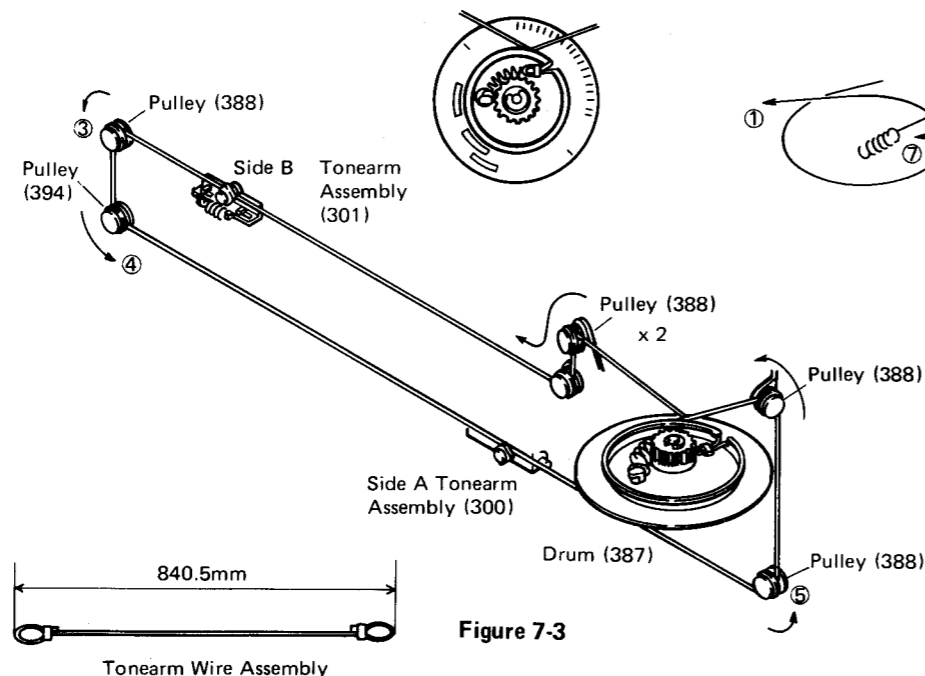

Figure 7-3
- (1) Turn the drum to the rest position, and hook the spring over the drum's hole. See Fig. 7-3.
- (2) Stretch the tonearm wire following the order from ① shown see Fig. 7-3.
- (3) After setting the wire, turn the side A/B tonearm to its lead-in position. Refer to the instructions of ADJUSTMENT OF TONEARM LEAD-IN POSITION.
- (1) Die Trommel zur Ruhelage drehen, dann die Feder in das Trommelloch einhängen. Siehe Abb. 7-3.
- (2) Den Tonarmdraht in der gezeigten Reihenfolge ① spannen. Siehe Abb. 7-3.
- (3) Nach Spannen des Drahtes den Tonarm für Seite A/B zur Einlaufposition bewegen. Siehe Hinweise im Abschnitt "EINSTELLUNG DER TONARM-EINLAUFPOSITION".
- (1) Tourner le tambour à la position de repos et crocheter le ressort dans le trou du tambour. Voir la Fig. 7-3.
- (2) Passer les fils du bras en suivant l'ordre de ① comme montré. Voir la Fig. 7-3.
- (3) Après la pose des fils, renvoyer le bras des faces A/B sur sa position d'entrée en lecture. Voir les instructions du "REGLAGE DE LA POSITION D'ENTREE EN LECTURE DU BRAS".